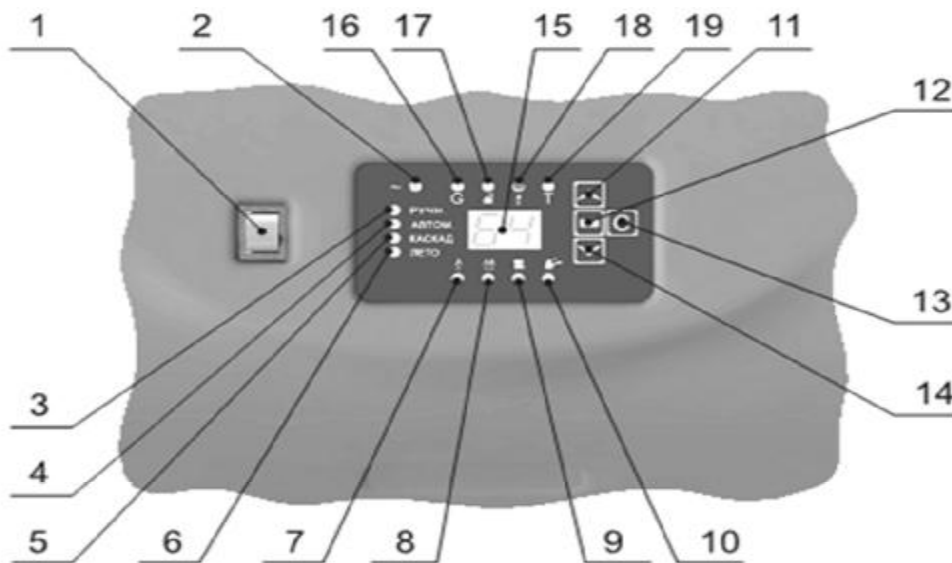

Рис. 2 Пульт управления с котловым контроллером котла «Smart», «Smart SL/SR»
- Включить сетевой переключатель (поз.1) на рис. 2. Светодиод (поз. 2) сигнализирует о поступлении сетевого питания на контроллер. При отсутствии сигналов блокировки (поз. 16,17,19) и наличии запроса по теплу, происходит автоматическая процедура запуска котла, при которой подается сигнал на открытие газового клапана и вырабатываются высоковольтные импульсы для поджига пилотной горелки. При успешной попытке поджига появляется ток ионизации в цепи контроля пламени, светодиод (поз. 18) гаснет, а контроллер подает сигнал на открытие главного газового клапана I ступени и, при необходимости, II ступени. В случае неудачной попытки розжига контроллер повторяет цикл еще раз после небольшой 2-3 с паузы. Если попытка розжига не удалась и после третьей попытки, котел блокируется с выдачей сигнала «авария» на удаленный пульт диспетчера.